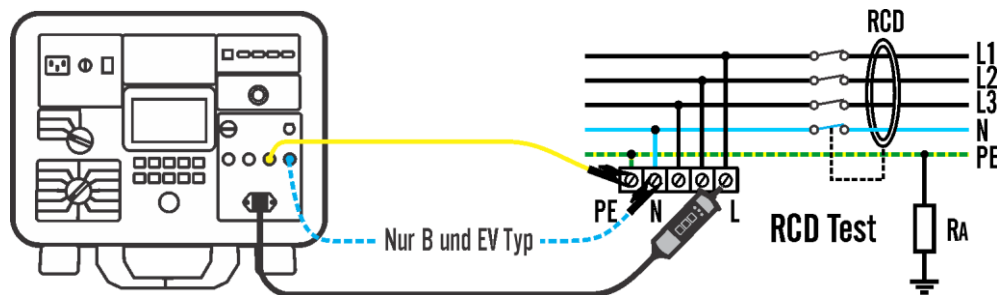

Abbildung 44: Anschluss für RCDt-Messung, Beispiel
- 8) Schließen Sie die Messleitungen gemäß Abbildung 44 auf Seite 60 an, siehe auch Menü HELP/ANSCHLUSS. Das grüne Netzsymbol wird angezeigt, wenn die Verbindung ordnungsgemäß hergestellt wurde und die Eingangsspannungen U_{L/N} und U_{L/PE} innerhalb von 100 ... 253 VAC sind.
- 9) Schließen Sie die Messleitungen gemäß Abbildung 44 auf Seite 60 an, siehe auch Menü HELP/ANSCHLUSS. Das grüne Netzsymbol wird angezeigt, wenn die Verbindung ordnungsgemäß hergestellt wurde und die Eingangsspannungen U_{L/N} und U_{L/PE} innerhalb von 100 ... 253 VAC (U_{L/N} ist nur für die Typen B und EV erforderlich).